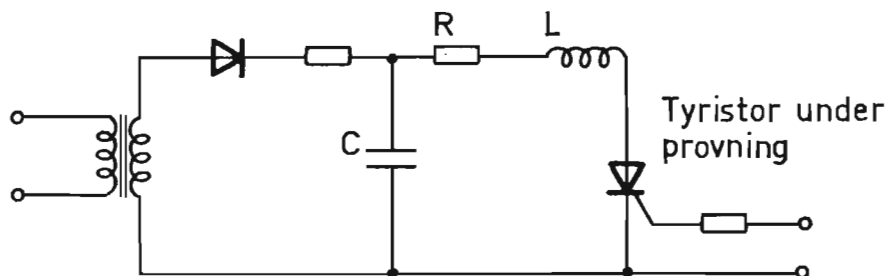
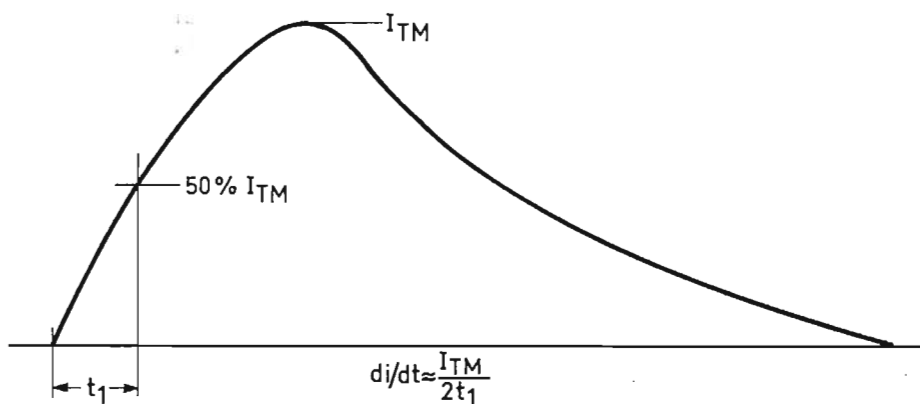

Fig 14. Principschema över provningskrets för di/dt-test.
Fig 15. Ledströmmens kurvform.
14) som föreslagits av JEDECs kommitté för tyristorer. (JEDEC = Joint Electron Device Engineering Council.) Principschema över den provningskrets som används visas i fig 14; kurvan för ledströmmen visas i fig 15. I normerna för den nämnda testmetoden är bl a följande värden specificerade (se även fig 15):
Om man studerar de krav som ställs på kurvformen för strömmen finner man, att om t_1 uppnås på $1 \mu s$, så är den erforderliga toppströmmen $2 \times di/dt$. Ett större värde på t_1 vid ett givet värde för di/dt resulterar i större toppledström, som ökar påkänningen på tyristorn. Fig 15 visar strömmens effektivvärde i förhållande till värdet för di/dt när t_1 är $1 \mu s$.